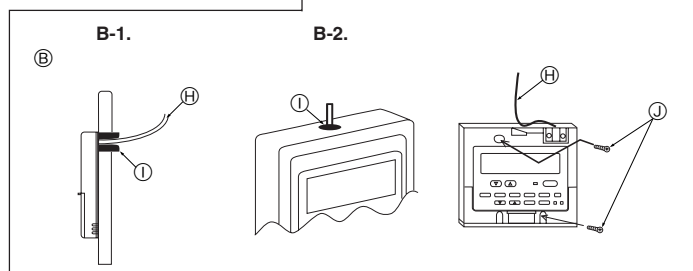

Fig. 6-3
(2) Forsegl serviceåbningen til fjernstyringskablet med kit for at forhindre indtrængen af dugdråber, vand, kakerlakker eller orm. (Fig. 6-3)